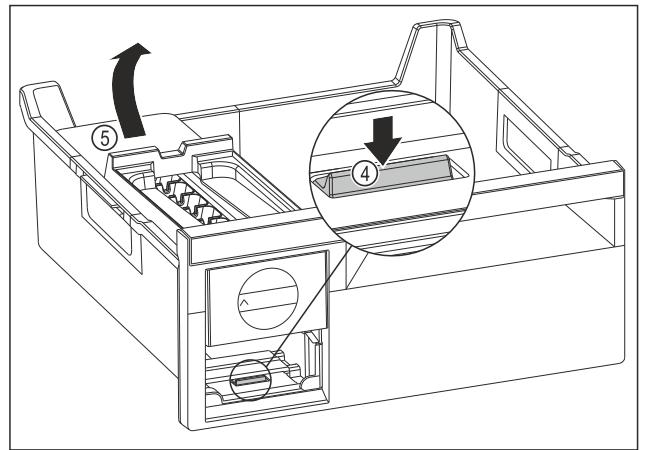

Fig. 82
- ▶ Вийняти корпус EasyTwist-Ice: натиснути накладку Fig. 82 (4) пальцем вниз і одночасно підняти корпус EasyTwist-Ice Fig. 82 (5) ззаду іншою рукою.